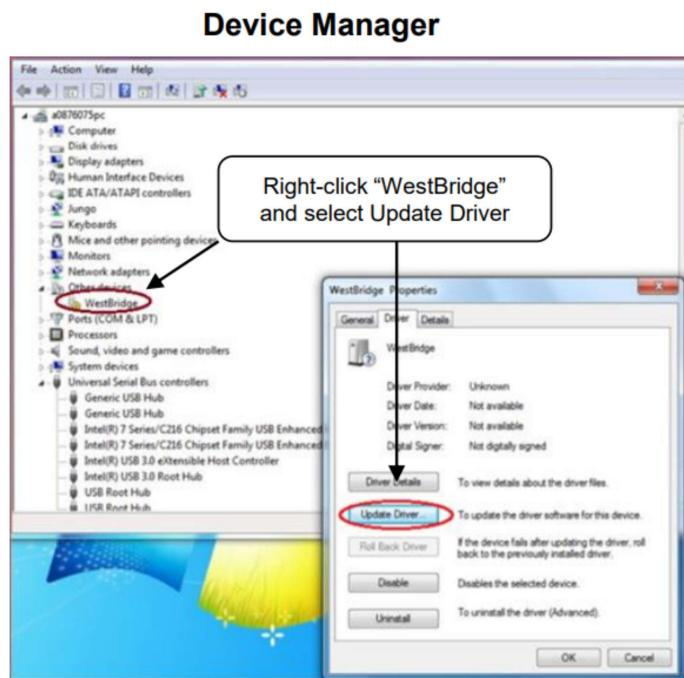
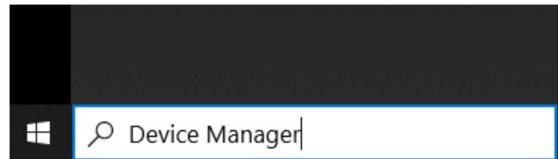

图 6-3. 打开设备管理器
图 6-4. 使用设备管理器更新驱动程序
3. 打开 Windows® 设备管理器（如图 6-3 所示），然后在“设备管理器”窗口中右键点击 **WestBridge** 文件夹，然后选择 **Update Driver** 按钮（请参阅图 6-4）。